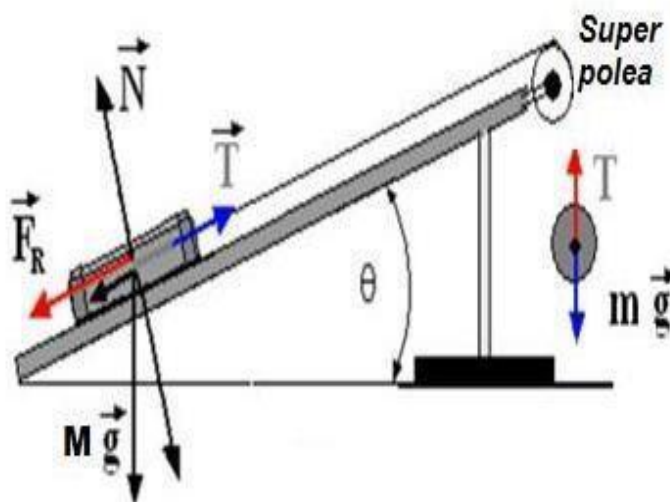

Figura 2: Cuerpo que se desliza por una superficie inclinada debido a la acción de una masa colgante m.
Por otra parte, en esta práctica también se realiza el ejemplo que se muestra en la **figura 2** en donde el objeto experimenta una fuerza de fricción mientras es arrastrado por la superficie debido a la fuerza que es ejercida por una masa que cuelga gracias a la súper polea. Para este caso, luego de un análisis de cuerpo libre se tiene que el coeficiente de fricción equivale a:
11. Realice el montaje de la **figura 2** atando el carrito (que se encuentra sobre la plataforma) con una cuerda al portamasas logrando que la cuerda pase por la ranura de la súper-polea.